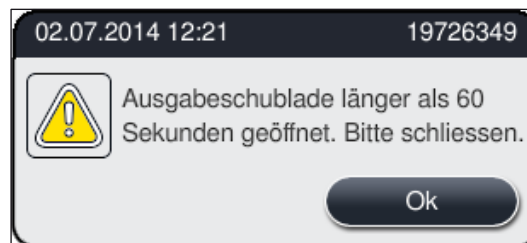

Abb. 87
- Bleibt die Ausgabeschublade länger als 60 Sekunden geöffnet, wird der Benutzer durch eine Meldung (→ "Abb. 87") darauf aufmerksam gemacht.